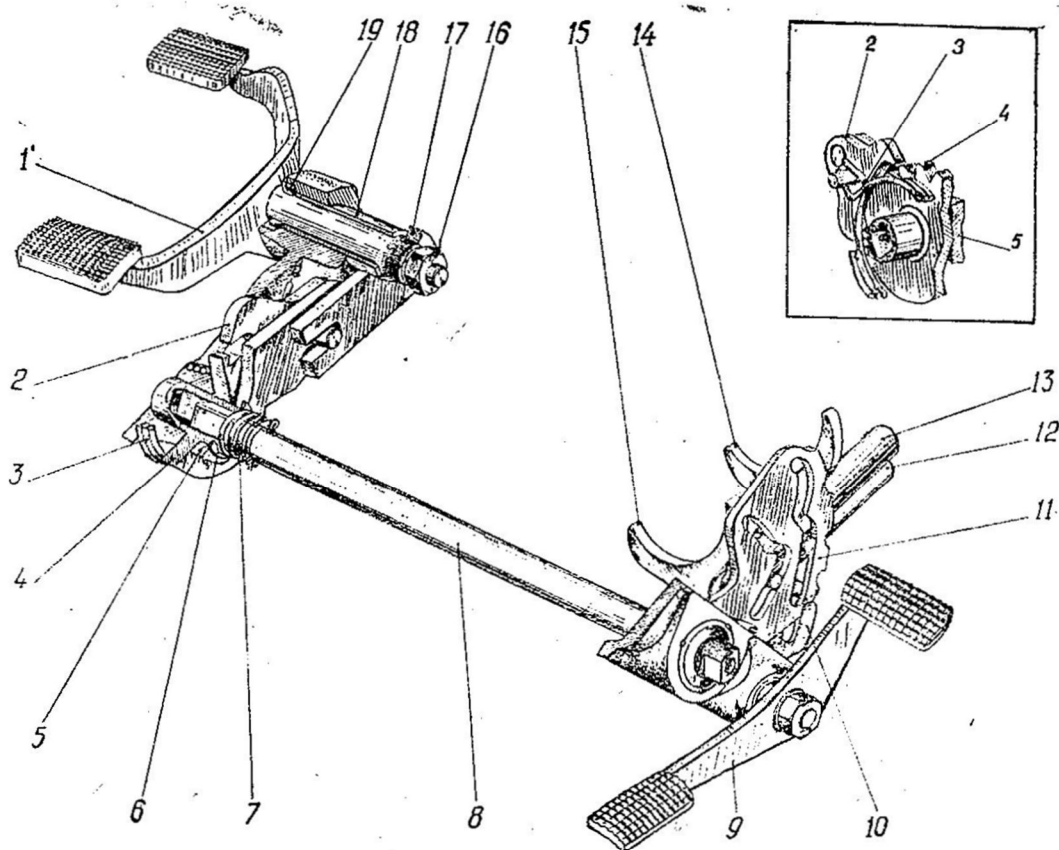

Рис. 16. Механизм переключения передач:
**Механизм переключения передач** представлен на рис. 16. Переключение передач происходит в определенной последовательности. При нажатии на переднее плечо педали последовательно включаются низшие передачи, а при нажатии на заднее плечо — высшие передачи.